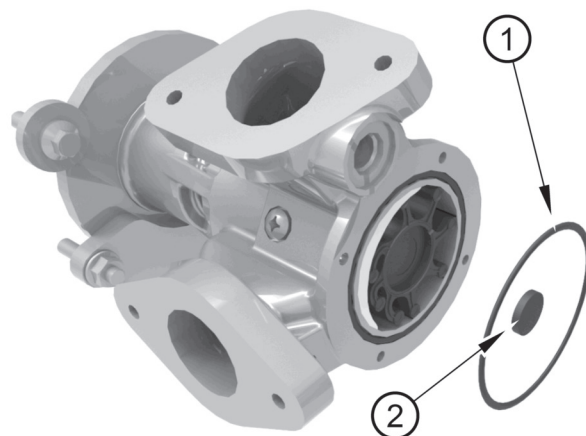

Figure 12
3. Manipulez le joint torique d'étanchéité avec précaution (figure 12, repère 1).